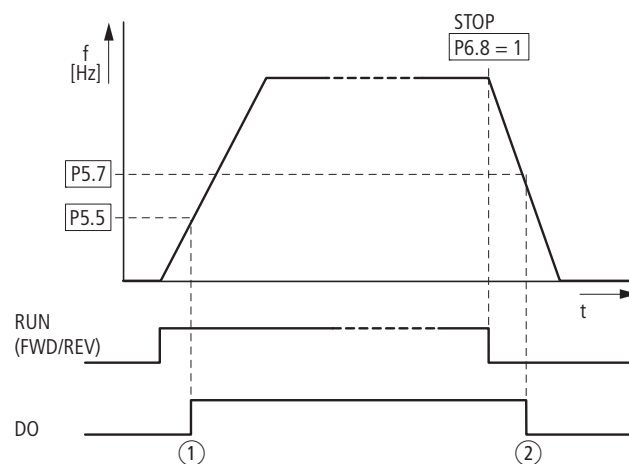

Figure 115: Commande du frein mécanique
- $P5.5 < P5.7$  (→ Figure 115) : après le dépassement de la valeur de  $P5.5$ , la sortie TOR reste activée (frein desserré) jusqu'à ce que la fréquence de sortie dépasse la valeur de  $P5.7$ .